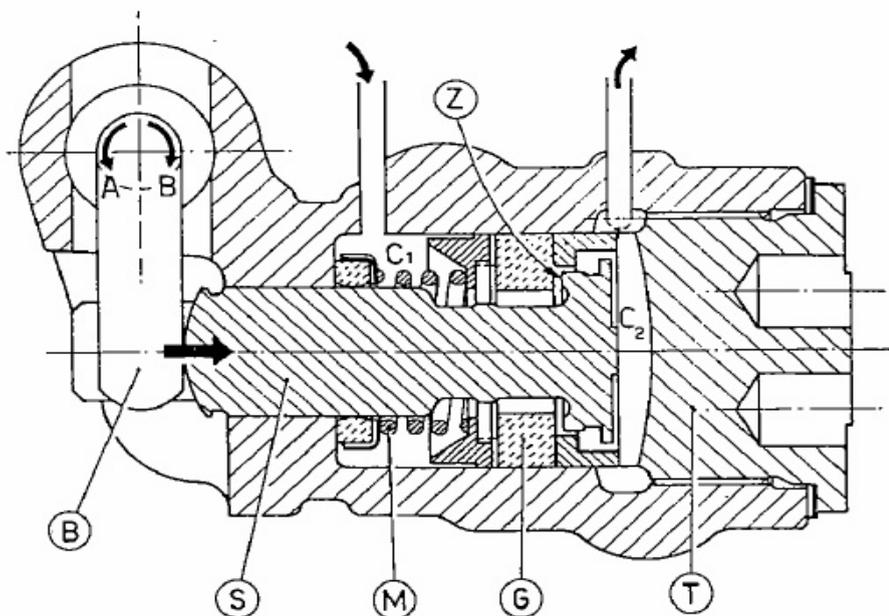

Fig. 29. - Régulateur de freinage.
La fig. 29 nous montre l'extrémité (B) de la barre de torsion: la rotation (A) donne une augmentation de la charge sur l'essieu AR de la voiture, tandis que la rotation (B) donne une diminution de cette charge.
La fig. 29 représente en outre le régulateur dans sa position de repos; à ce moment le piston (S) est en butée contre le bouchon (T) à cause de la poussée du ressort (M) et de l'extrémité (B) de la barre de torsion; le bouchon (T) comporte une petite gorge qui permet de créer la chambre (C2) (voir la fig. 29).